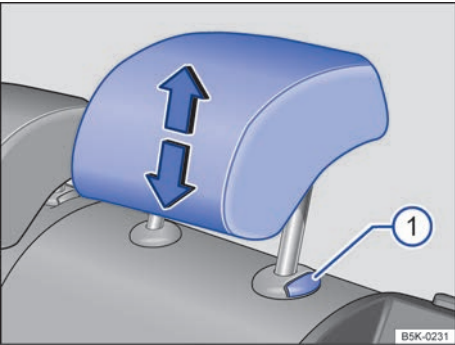

图 40 调整后排座椅头枕
- 按住按钮 → 图 40 ①，同时沿箭头方向上推或下压头枕即可将头枕调整至合适高度 → ▲。